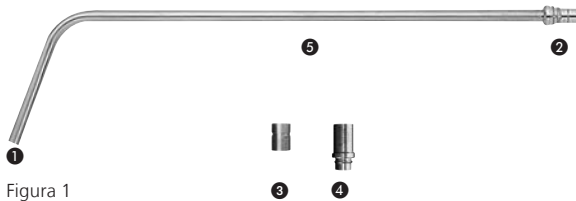

Figura 1
La rótula SynFrame para anillos de sostén (387.347) y el soporte para sistemas ópticos (387.365), el cual se utiliza para conectar la barra transmisora de luz al anillo de sostén SynFrame (387.336) y a la rótula semianular SynFrame (387.337), puede acoplarse a la barra transmisora de luz SynFrame en toda la longitud de la vaina de la barra transmisora de luz (ver la figura 1, 5).
- La suciedad acumulada sobre las superficies de las fibras ópticas (ver la figura 1, 1 y 2) puede eliminarse en una torunda empapada en alcohol (etanol al 70 %) o utilizando un detergente neutro.
- La suciedad acumulada sobre las superficies de las fibras ópticas (ver la figura 1, ❶ y ❷) puede eliminarse en una torunda empapada en alcohol (etanol al 70 %) o utilizando un detergente neutro.
Antes de la esterilización, asegúrese de que la barra transmisora de luz SynFrame y las superficies ópticas (ver figura 1, ❶ y ❷) estén limpias y que el examen de la barra transmisora de luz SynFrame no indica ninguna restricción en su uso.